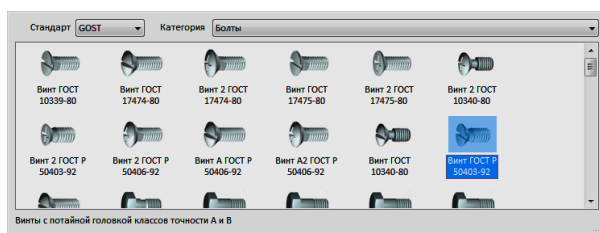

Рис. 3.90. Окно выбора болтов и винтов
8. Перейдите в поле для добавления деталей из базы и щелкните мышью на кнопке «Щелкните, чтобы добавить крепеж». На экране появится окно для выбора болтов и винтов. Выберите «Винт ГОСТ Р 50403–92» и щелкните дважды на ней мышью (рис. 3.90).